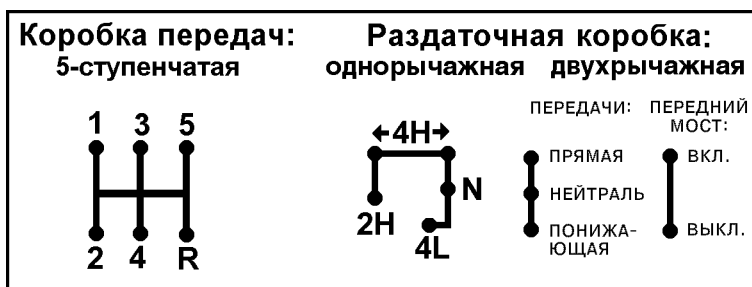

Рис. 3.3. Положения рычагов коробки переключения передач и раздаточной коробки:
На автомобиль возможна установка однорычажной или двухрычажной раздаточной коробки (положения рычагов см. на рис. 3.3);
**22 -рычаг переключения передач** (положения рычагов см. на рукоятке рычага переключения передач и на рис. 3.3);